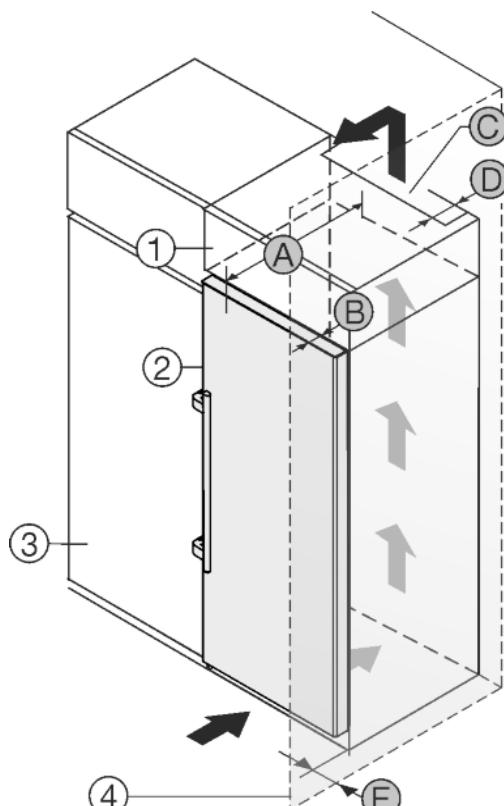

Fig. 20
Пристрій можна комбінувати з кухонними шафами. Для того, щоб пристрій Fig. 20 (2) вирівняти по висоті кухонної секції, на пристрій можна встановити антресольну секцію Fig. 20 (1).
Пристрій можна встановлювати безпосередньо поряд з кухонною шафою Fig. 20 (3). Для повного відкриття дверей пристрій повинен виступати на глибину Fig. 20 (B) відносно передньої панелі кухонної шафи. Залежно від глибини кухонних шаф та використання пристінних розпірок пристрій можна встановити так, щоб він виступав вперед.
- Задня сторона антресольної шафи повинна мати вентиляційний канал глибиною Fig. 20 (D) вздовж всієї ширини шафи.
- Під стелею приміщення слід дотримуватися поперечного перерізу вентиляційного відведення повітря Fig. 20 (C).
Якщо пристрій з шарнірами встановлюється поряд зі стінкою Fig. 20 (4), то між пристроєм та стінкою слід додержуватися відстані Fig. 20 (E). Це відповідає виступу ручки при відкритих дверцях.